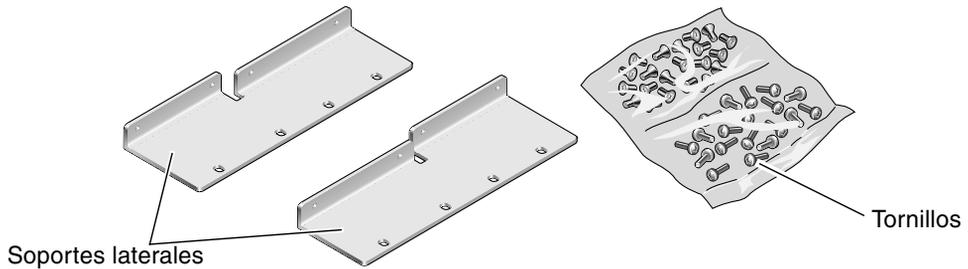

FIGURA 3-23 Contenido del kit de montaje fijo de 23 pulgadas de 2 postes
1. Saque los soportes laterales del kit del bastidor (FIGURA 3-23).